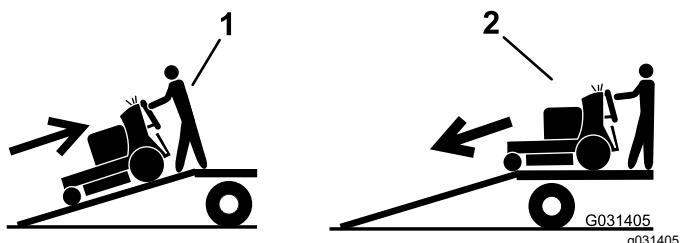

Figura 56
5. Suba la máquina por la rampa en marcha atrás (Figura 56).